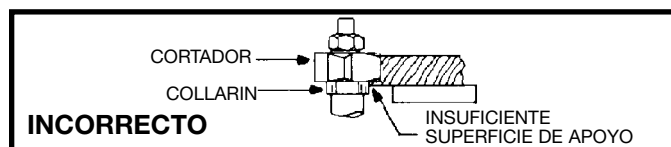
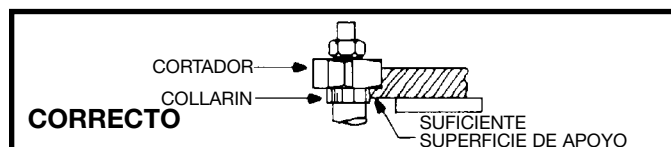

Fig. 39
Fig. 40
3. Una porción del borde del material DEBE permanecer sin tocar por los cortadores para que el collarín tenga suficiente superficie de contacto. La Fig. 39 ilustra la manera equivocada para dicha operación mientras que la Fig. 40 muestra la manera acertada de realizar la operación.